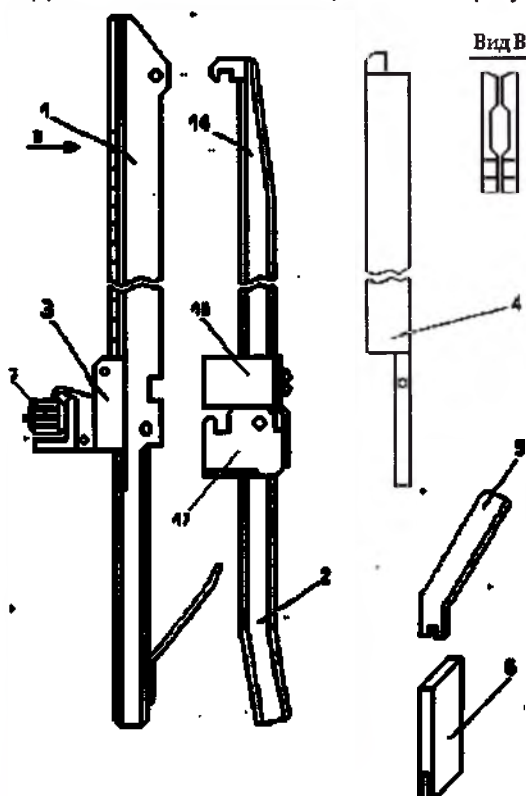
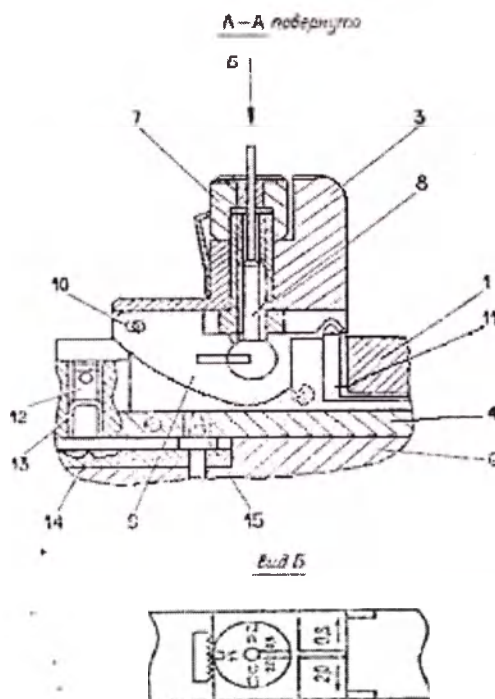

Рисунок 2
Рисунок 3
5.7. Каретка **3** представляет собой корпус (см. рис. 3), в котором смонтирован механизм установки зазоров прошивания, состоящий из: резьбовой втулки с рифленным подпружиненным роликом **7**, имеющим на торце шкалу зазоров прошивания; винта **8**, верхняя часть которого выступает над шкалой зазоров прошивания и служит индикатором установки минимального и максимального зазоров; клина **9**, подвешенного на оси-винте
5.10. Установить требуемый зазор прошивания вращением ролика 7 (см. рис. 3) в пределах от 0.8 до 2.0 мм. Направление вращения указано стрелками на верхней плоскости корпуса каретки 3. Величина устанавливаемого зазора прошивания определяется визуально по шкале на торце ролика 7.
5.12. Произвести прошивание, продвигая каретку 3 вдоль скобочного корпуса 1 в направлении его дистального конца до тех пор, пока каретка не дойдет до упора. При этом клин 9 поочередно воздействует на толкатели 12 (см. рис. 3) Рабочие плоскости толкателей (ими является дно канавок), воздействуя на скобки 13, начинают выталкивать их из пазов магазина. Ножки скобок своими острыми концами прокалывают ушиваемую ткань и, попадая в лунки матрицы 14, загибаются, образуя прочный шов.
8.3. Для того, чтобы демонтировать и снять со скобочного корпуса **1** каретку **3**, необходимо при помощи отвертки вывинтить винт-ось **10** (см. рис. 3), затем продвинуть каретку по направляющим так, чтобы она расположилась над монтажным пазом (см. рис. 2, вид В). Удерживая каретку в этом положении, ввести державку **6** в центральный продольный паз скобочного корпуса **1** так, чтобы она охватывала клин **9** вместе с нижним концом винта **8**. Удерживая таким образом винт **8** от поворота, вращать ролик **7** против часовой стрелки до тех пор, пока винт **8** не выйдет из зацепления с резьбовой втулкой в корпусе каретки. После извлечения клина и винта из паза скобочного корпуса каретки можно продвинуть в направлении дистального конца и снять с корпуса. Пружина, охватывающая корпус каретки, может быть снята, если при помощи отвертки удалить два винта по бокам корпуса. Дальнейшей разборке каретка не подлежит, ролик **7** и резьбовая втулка в корпусе каретки не демонтируются.